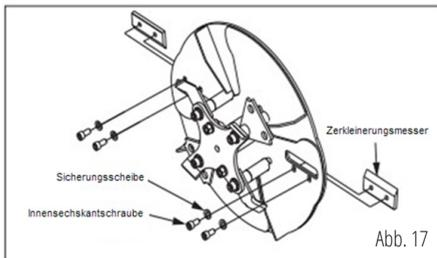

Abb. 17
4. Lösen Sie die beiden Innensechskantschrauben mit einem Inbusschlüssel und entfernen Sie das Zerkleinerungsmesser. SIEHE ABBILDUNG 17